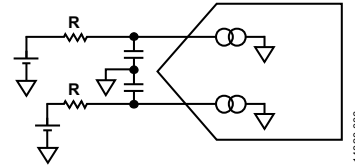

图6. 伪差分ADC
- 两个输入均连接到高阻抗源(参见图6)。误差与使用真差分信号的情况相同。